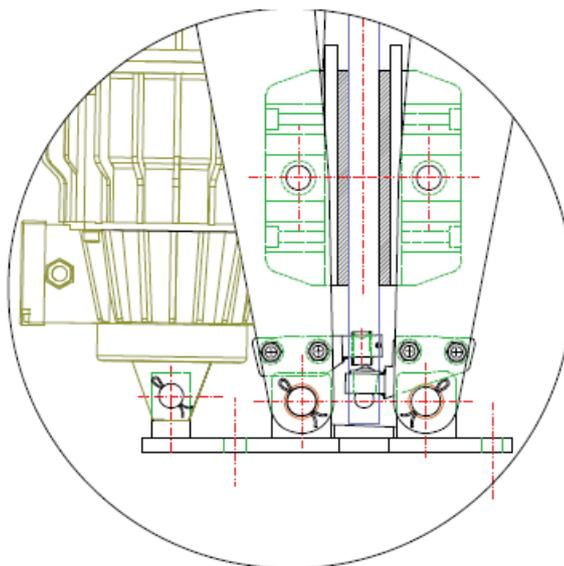

图 8.4.4
4. 继续拧入调整螺栓（第 7 项），直到调整螺栓与轴承接触（只需触碰即可）后，**不能继续拧入！** 直接用锁紧螺丝（第 6 项）来锁紧调整螺栓（第 7 项）。如图 8.4.4